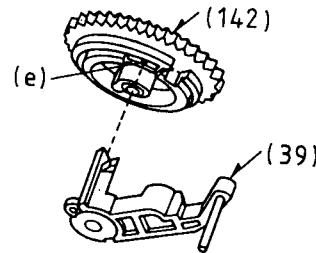

Fig. 51
- Ladekurvenrad (142) so einbauen, daß der Hilfsladehebel (39) in die Aussparung "e" eingreift (Fig. 51).
- Fit the Loading Cam Gear (142) so that the Sub Loading Lever (39) engages with the cut out "e" (Fig. 51).